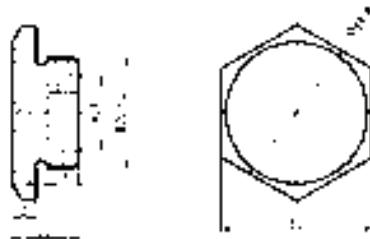

图 6-78 标注直径尺寸
3) 标注直径尺寸。单击“标注”工具栏中的“直径”按钮 $\text{D}$ ，标注直径尺寸，结果如图 6-78 所示。